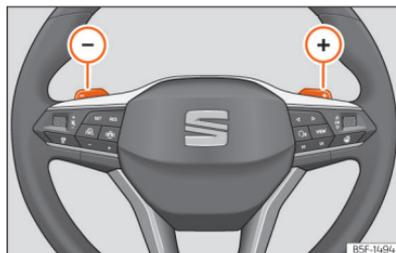

Abb. 123 Lenkrad: die Hebel für Automatikgetriebe.
- Tippen Sie die Schaltwippe , um einen Gang hochzuschalten **»»** **[Abb. 123]**.